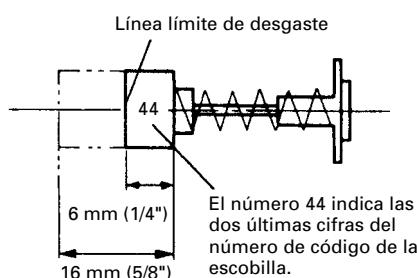

Fig. 29
2. Inspección las de escobillas (Figs. 29 y 30)
Por lo tanto, inspeccione periódicamente las escobillas y reemplácelas cuando se hayan desgastado hasta la línea límite mostrada en la Fig. 29.